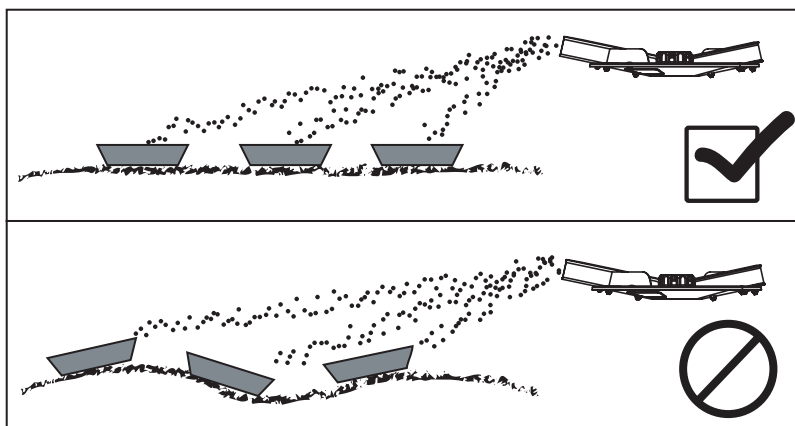

Bild 6.16: Uppställning av fångskålarna
- Ställ upp fångskålarna. Fångskålar som står snett kan leda till mätfel (bild 6.16).